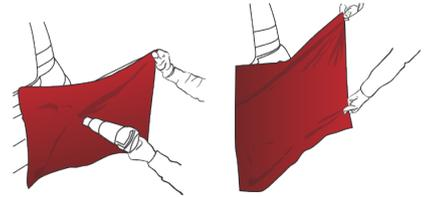
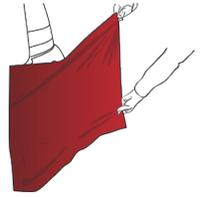
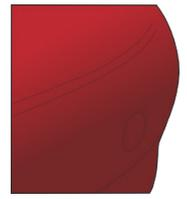

Abbildung 13
Abbildung 14
Abbildung 18
- › Die Folie ist auf 40 °C bis 50 °C zu erhitzen (Abb. 13) und so zu spannen, dass die konvexe Fläche vollständig bedeckt wird. (Abb. 14)
- › Die Folierung ist beendet. (Abb. 18)
⚠ *Das Erwärmen der gespannten Folie (Abb. 13) (Abb. 18) muss äußerst vorsichtig durchgeführt werden. Die Heißluftpistole darf nicht im rechten Winkel zur Oberfläche gehalten werden. Sie sollte so geneigt sein, dass eher großflächig erwärmt wird. Dabei muss die Heißluftpistole immer bewegt werden. Das Erhitzen eines kleinflächigen Bereichs kann zu einer Beschädigung der Folie führen.*